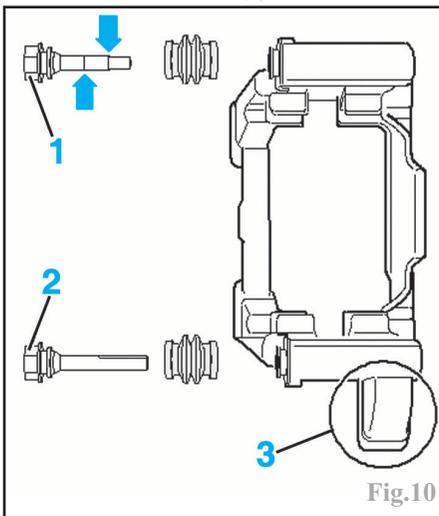

Fig.10
-colonnette courte et étagée (1) en haut (Fig.10).
-colonnette longue (2) en bas.
-masse antivibratoire (3) vers le bas.